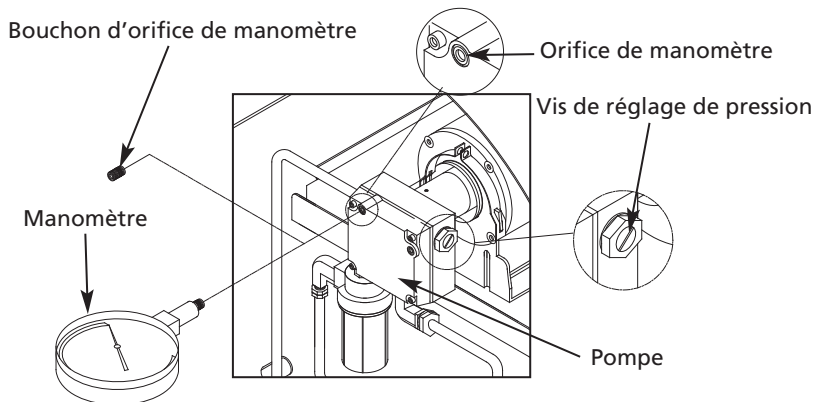

Figure 19 – Réglage de la pression de la pompe
- Installer le manomètre dans l'orifice (voir la Figure 19).